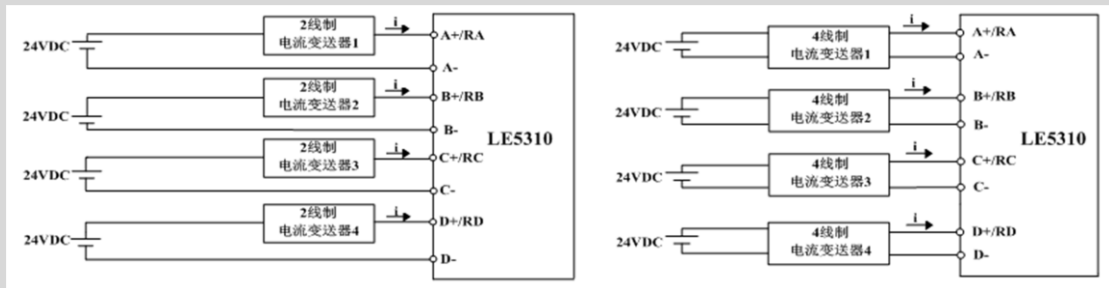

图 121 两线制与四线制回路图
- 图 121 为 2 线制和 4 线制电流变送器的连接方式，变送器由外部电源供电，也可以根据电源容量要求，选择使用 CPU 模块 24VDC 的输出电源。